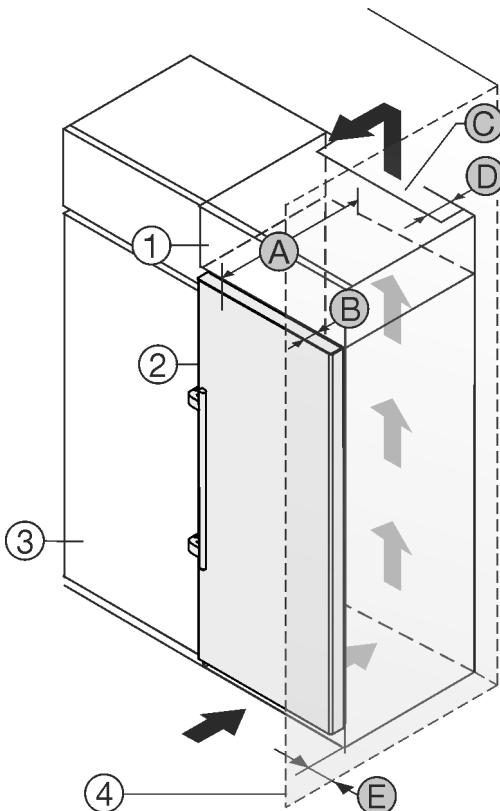

Fig. 2
Aparat lahko postavite neposredno ob kuhinjsko omaro Fig. 2 (3).*
Na zadnji strani nadgradne omare mora biti zaradi prezračevanja in odzračevanja po vsej širini nadgradne omare prezračevalni jašek globine Fig. 2 (D).*
Pod stropom je treba upoštevati presek prezračevanja Fig. 2 (C).*
Če aparat postavite s tečaji ob steni Fig. 2 (4), mora razdalja med aparatom in steno znašati vsaj 57 mm . To ustreza velikosti ročaja pri odprtih vratih.*
Da lahko vrata povsem odprete, mora aparat štrleti ven vsaj za globino vrat Fig. 2 (B) glede na sprednji del kuhinjske omarice. Odvisno od globine kuhinjskih omaric Fig. 2 (3) in uporabe stenskih distančnikov lahko aparat štrli bolj ven.*